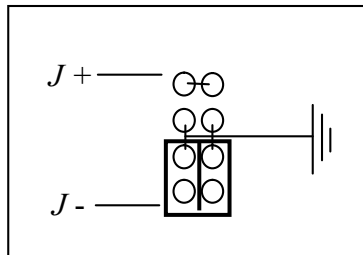

Рис. 7 Заземление минусовой клеммы
- 11.3 На основной плате возле отрицательной выходной шины найдите разъем заземления – см. рис. 7. По умолчанию, заземление установлено по минусовой клемме источника.